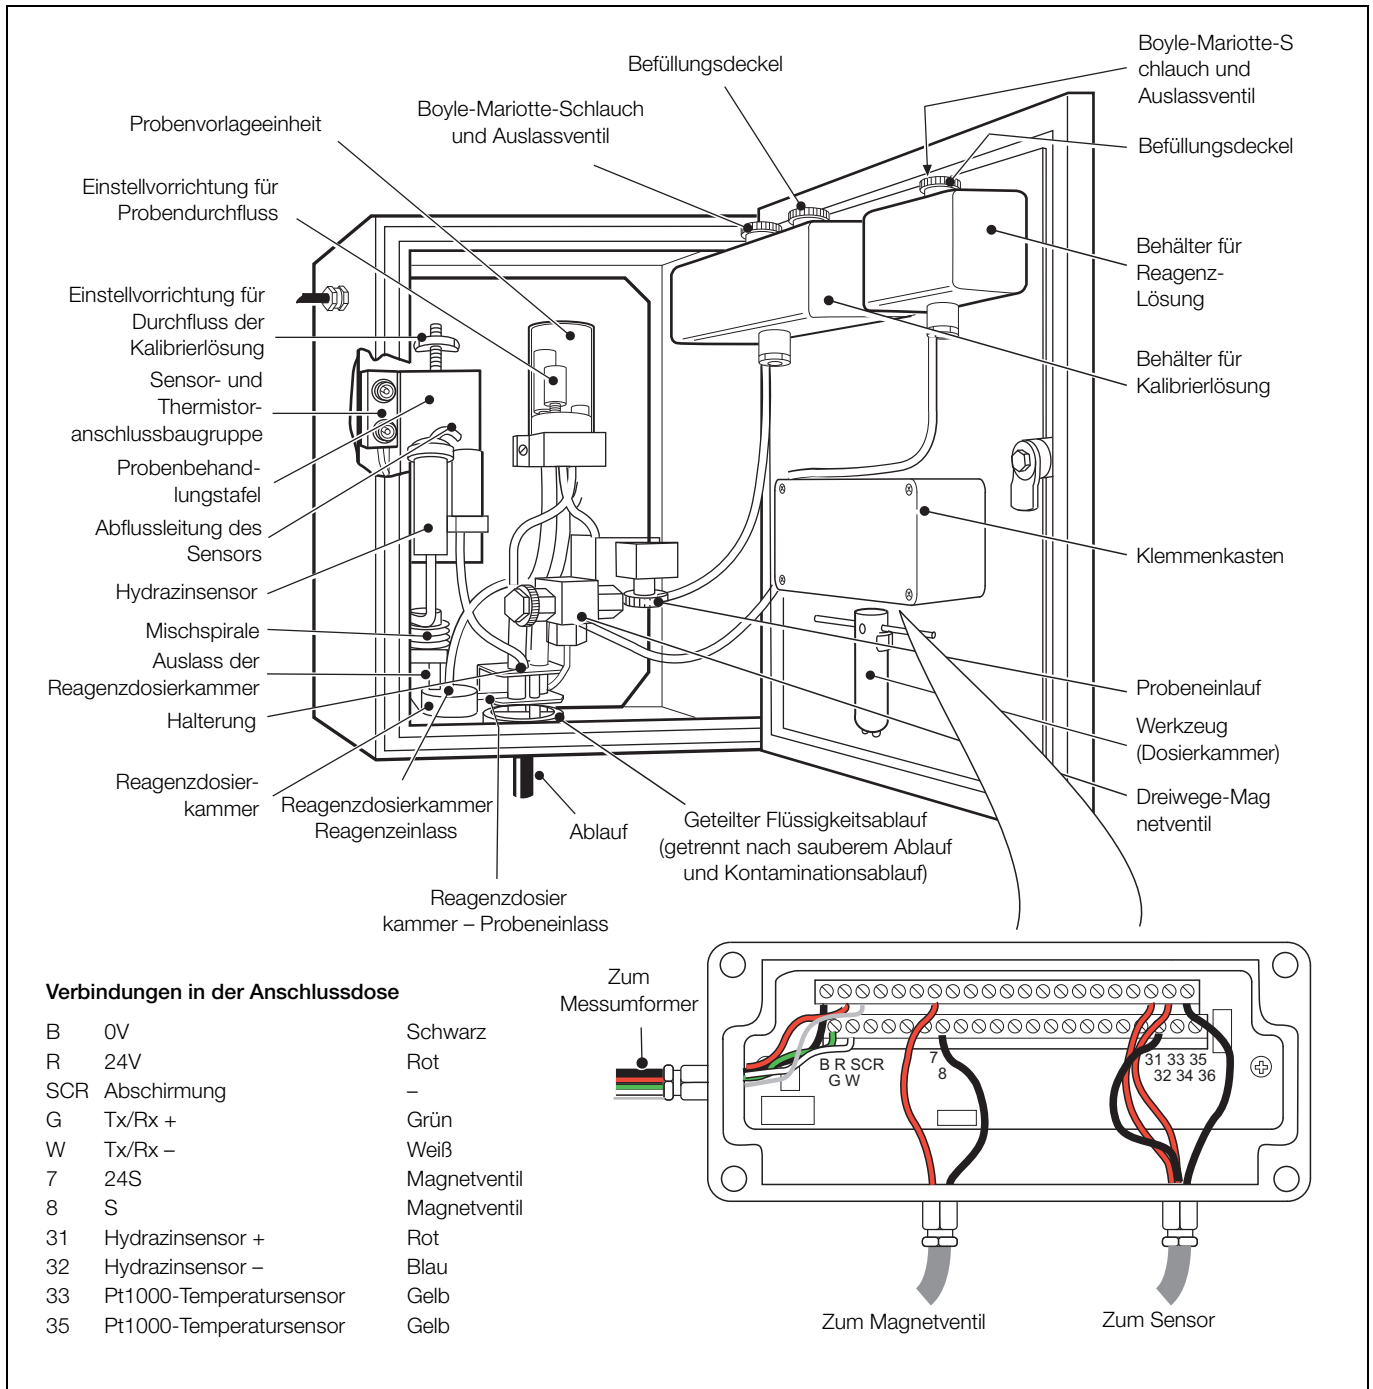

Abb. 4.6 Messumformereinheit – Kabeleingangsverschraubungen und Anschlüsse
Standardmäßig wird für die Verbindung zwischen der Sensor- und der Messumformereinheit ein 2 m langes, vierpoliges, vollständig geschirmtes Kabel mitgeliefert, größere Längen können separat bestellt werden. Das Verbindungskabel wird zu einem Klemmenblock in einer Anschlussdose an der Innenseite der Gehäuseklappe geführt (siehe Abb. 4.6). Schieben Sie ein Ende des Kabels durch die Kabelverschraubung in das
Gehäuse der Sensoreinheit und danach in die Anschlussdose. Bereiten Sie die Kabelenden vor, und schließen Sie sie an die in Abb. 4.6 dargestellten Klemmenblöcke an. Ziehen Sie die Kabelverschraubungen fest. Wenn die Kabelverschraubung auf die linke Seite des Gehäuses verlegt wurde, sichern Sie die Kabel mit den beiden mitgelieferten Kabelbindern.
8. Öffnen Sie das Ventil des Reagenzbehälters, und stellen Sie den Durchfluss durch die neue Scheibe her, indem Sie den Probeneinlassschlauch abklemmen und mit einer Kunststoffspritze einen Unterdruck am Auslass der Reagenzdosierkammer erzeugen (siehe Abb. 4.6, Seite 11).
Die Sensoreinheit ist in Abb. 4.6 auf Seite 11 dargestellt. Sie besteht aus einem Metallgehäuse, das ähnlich konstruiert ist, wie das Gehäuse des Messumformers. Die Proben-Verrohrung, ist auf einer Tafel montiert ist, die mit 4 x M6 Befestigungsschrauben an der Rückseite festgeschraubt ist.